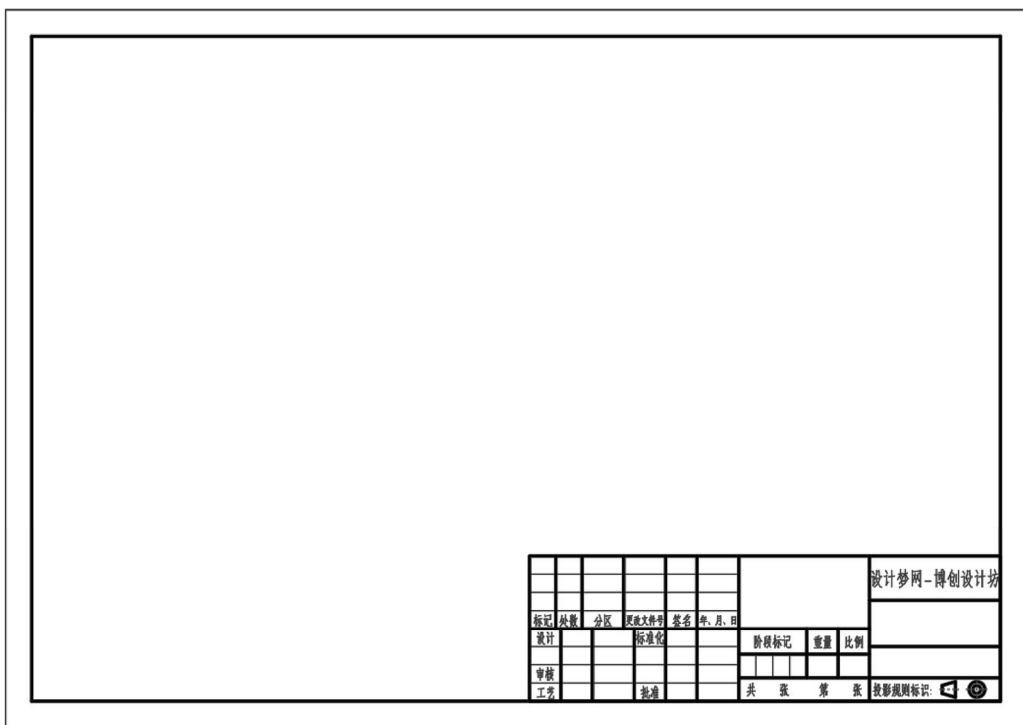

图 9-33 插入标题栏块后的效果
⑤ 在“编辑属性”对话框中单击“确定”按钮，从而完成插入标题栏块操作，其完成效果如图 9-33 所示。从结果来看，插入标题栏块时，通过弹出的“编辑属性”对话框只填写了一个属性值。